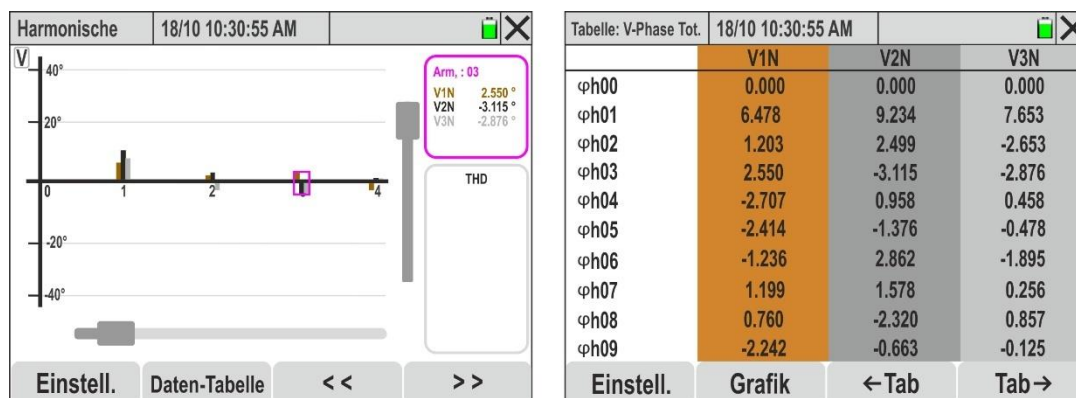

Abb. 58: Harmonischeanalyse von Phasenwinkeln für Spannungssignale
17. Bei Auswahl der 4 Spannungen oder der 4 Ströme werden die Histogrammdiagramme der Phasenwinkel in Bezug auf den Ursprung der Größen V1N, V2N, V3N, VNPE oder I1, I2, I3, IN in Abb. 58 – links angezeigt
19. Tippen Sie auf die Schaltfläche „**Daten-Tabelle**“, um zur numerischen Anzeige zu wechseln. Der Bildschirm von Abb. 58 - rechts wird auf dem Display angezeigt. Die Parameter „**phxx**“ geben die Amplitude der Harmonische xx für jeden ausgewählten Kanal an